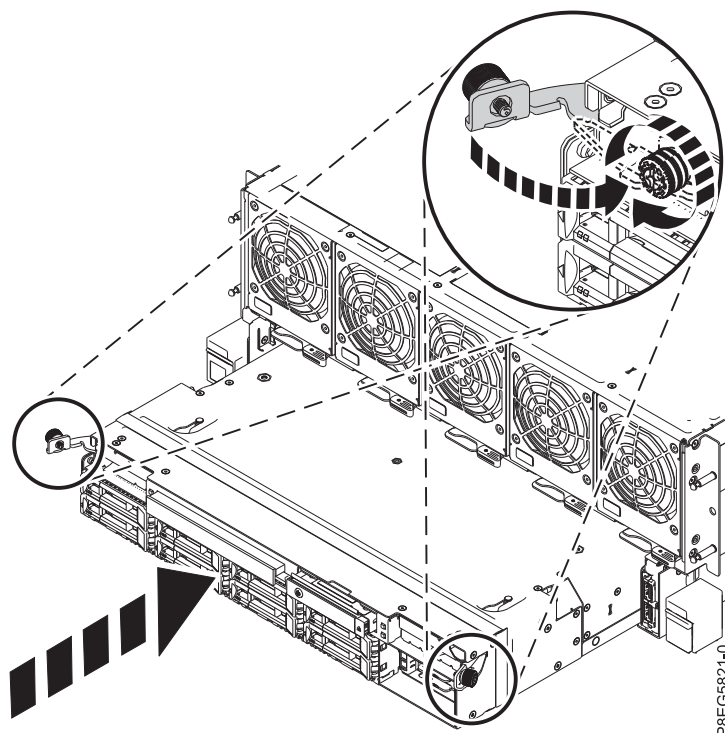

図 13. システム・シャーシ前面でのディスク・ドライブ・バックプレーンの再取り付け
3. 図 13 に示すように、ラッチを中に押し込み、つまみねじを締めます。